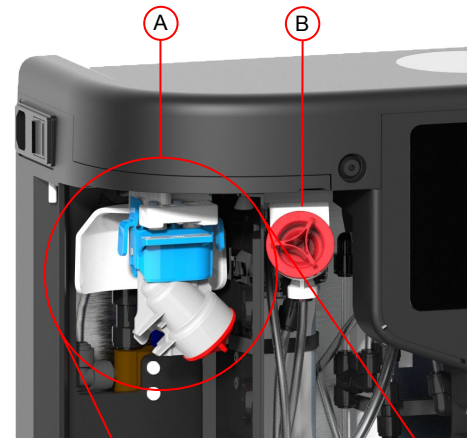

Fig. 1
4. Lorsque vous y êtes invité, installez le bloc de dérivation en l'enfonçant fermement (voir fig. 1 et 2).